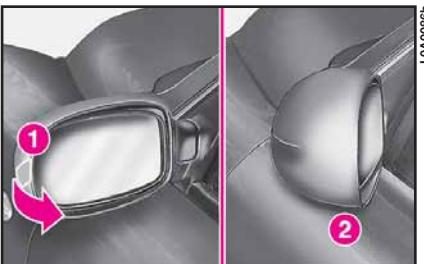

fig. 64
**Si el volumen de los espejos crea dificultades en los pasos angostos o en las estaciones de lavado automáticas, gírelos de la posición 1 a la posición 2 (fig. 64).**